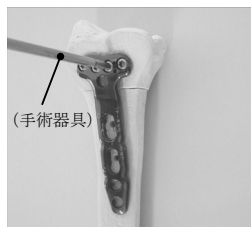

図 1
(1) 橈骨遠位端プレート（OSR2-RD）の固定の場合
- ① 患部にプレートを設置し、骨折した遠位側の骨にロッキングピンを固定するためのドリリングを行い、その穴にロッキングピン（OSR2-LP-2.0）を固定する（図 1）。なお、橈骨遠位端に複数の骨折線がある場合など骨片の保持が必要な場合、ロッキングピンの代わりにロッキングスクリュー（OSR2-LS-2.7）を用いて固定することもできる。